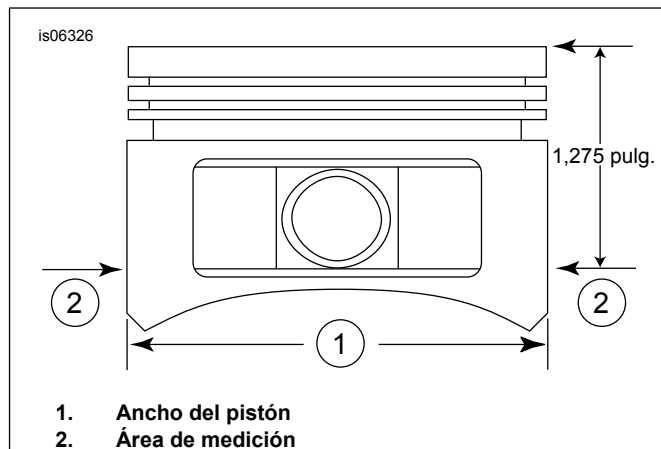

Figura 2. Medidas del pistón
5. Ver Figura 2 . Mida el ancho del pistón (1), a 90 grados en sentido horizontal desde ambos lados del orificio del pasador del pistón y a 1,275 pulg. hacia abajo desde la superficie superior del pistón (2). Vea Tabla 11 para saber cuál es el ajuste del pistón al cilindro en esta ubicación.